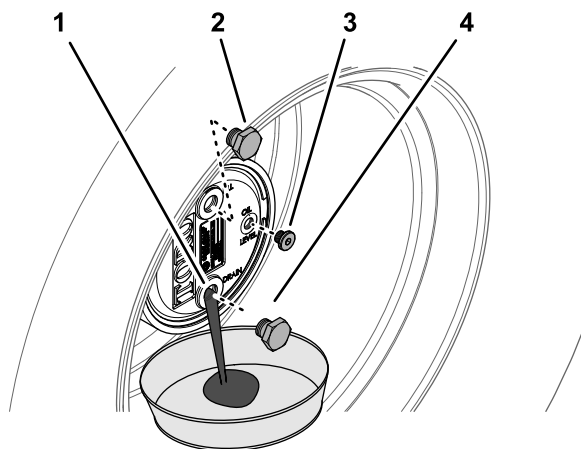

Рисунок 92
2. Снимите пробку заливного отверстия, расположенную в положении «12 часов», и пробку контрольного отверстия, расположенную в положении «3 часа» (Рисунок 92).
3. Подставьте сливной поддон под ступицу планетарной передачи, снимите пробку сливного отверстия, расположенную в положении «6 часов», и дайте маслу полностью стечь (Рисунок 92).
5. Установите пробку сливного отверстия в сливное отверстие корпуса планетарного редуктора (Рисунок 92).